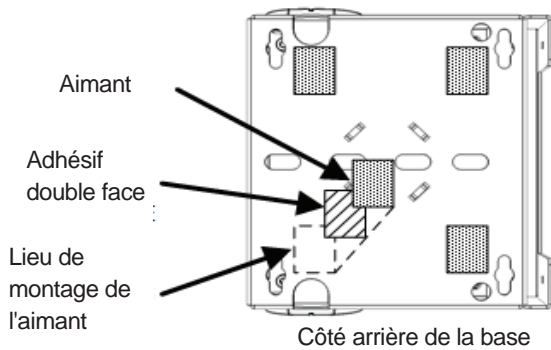

Figure 3
- 3) Fixez les ensembles magnétiques aux endroits indiqués à la Figure 3